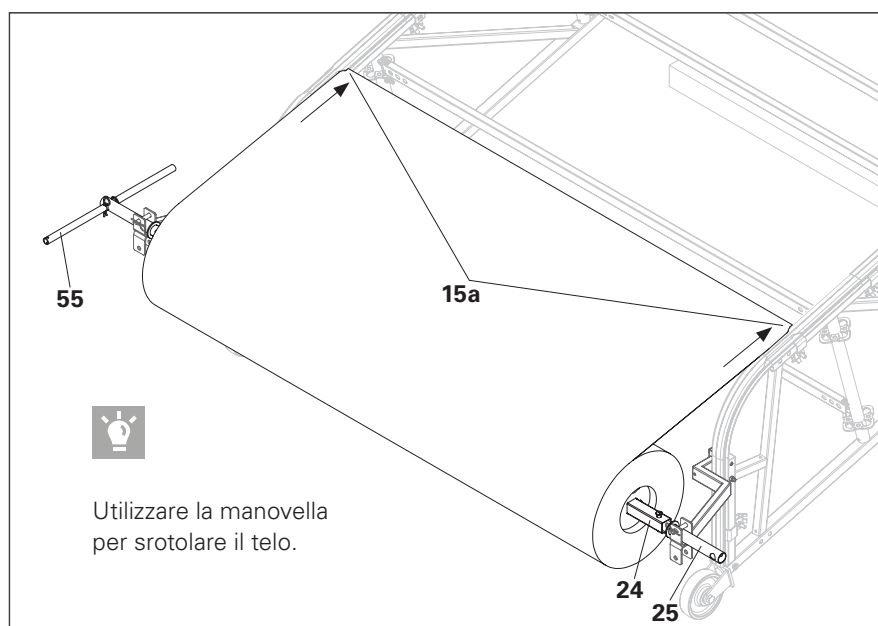

Fig. A5.02
1. Posizionare l'avvolgitore del telo con le maniglie su entrambi i lati nelle piastre di contrasto del connettore dell'avvolgitore. (Fig. A5.01a + Fig. A5.02)
3. Far avanzare il cavo Keder (**24.2**) nella scanalatura delle guide di gronda (**15a**). (Fig. A5.02)